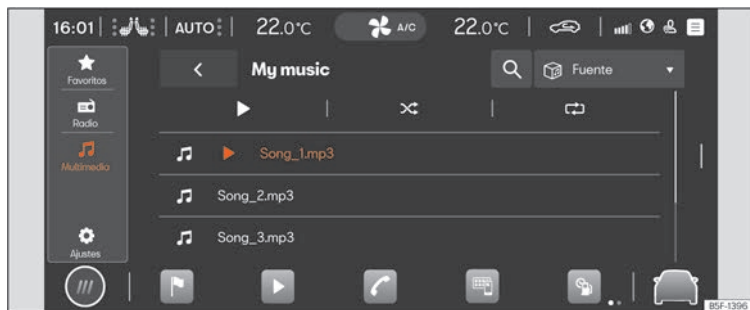

Fig. 157 Representación esquemática: Vista Multimedia
- Pulse ► ► 🎵 ►►► **fig. 157**.